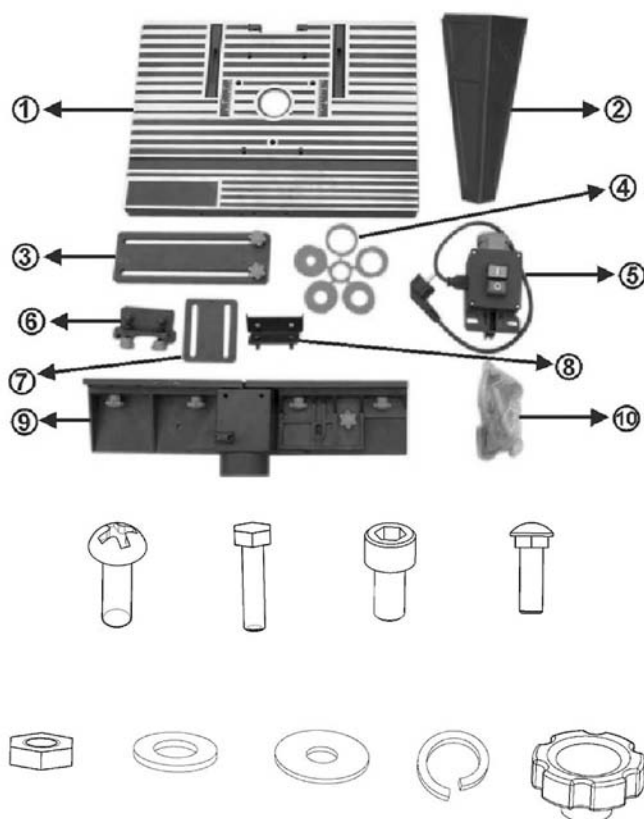

Fig.1
- Placera bordsskivan (1, fig.1) upp och ner på en plan yta (fig. 2).
- Montera ett bordsben (2, fig. 1) med hjälp av fyra sexkantsbultar (M6X1 2) och muttrar (M6), utan att helt dra åt (fig. 3).